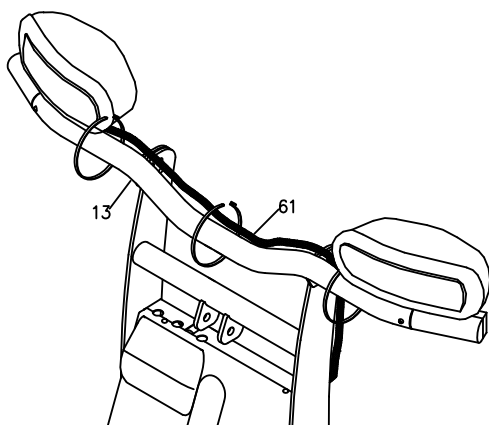

Bild 11. Sicherung Kabelbaum
30. Schrauben Sie den Scheinwerfer der Fahrerseite (76A) auf den Lichtträger (13) mit zwei Hülsen (76H), 1/2" Muttern (76D) und 1/2" Sicherungsscheiben (76E) wie in Bild 11.